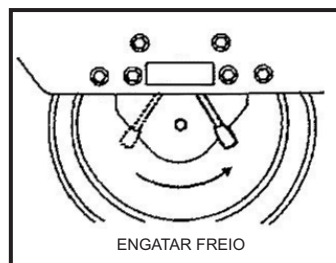

FIGURA 3
13. Acione o freio de estacionamento, movendo a Alavanca de Estacionamento para a direita. (Figura 3)